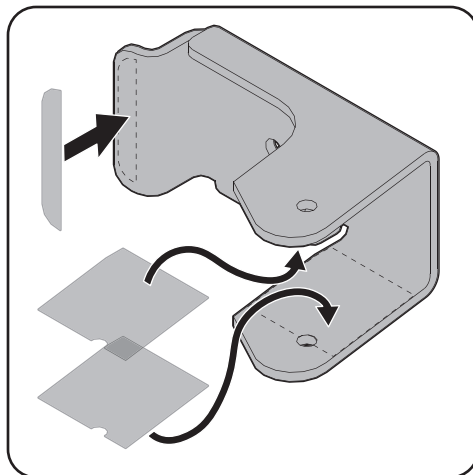

Figure 4-23
1. Avant l'assemblage, décollez les autocollants adhésifs de la feuille et appliquez-les sur les faces intérieures des supports de suspension de poids gauche et droit, comme indiqué à la Figure 4-23.